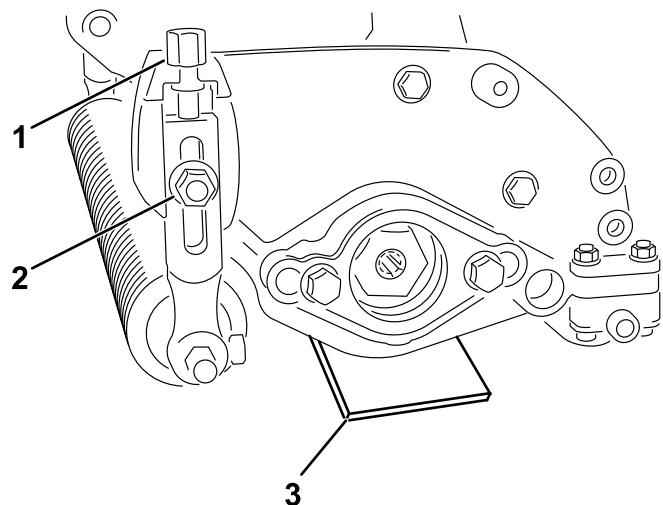

图 8
2. 在切根滚刀组的两端各放置一把厚度为刀片离地所需高度的调刀尺 图 8。
3. 让后滚筒接触水平地面同时旋松两个凸缘螺母图 8。
4. 旋转剪草高度调节螺栓直至切根机的两端都靠近水平地面图 8。